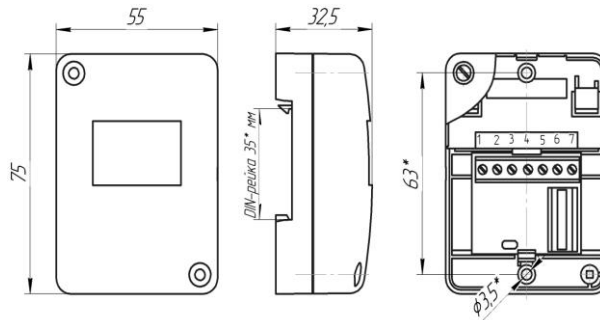

Рис.1. Габаритные и установочные размеры модуля.
6.1.2. Габаритные и установочные размеры модуля показаны на рис.1, принципиальные схемы подключения – на рис.2.